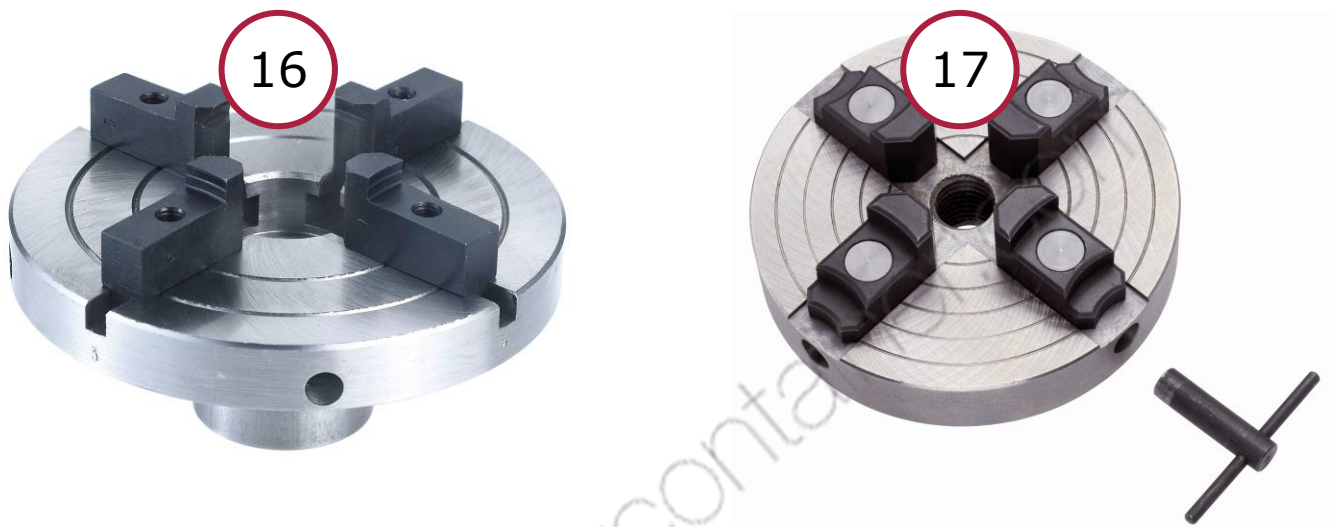

Figura 23 – Mandrini opzionali Art. 0751/A4 e Art. 0751/P.
- *mandrino a 4 griffe autocentranti reversibili di diametro 125 mm Art. 0751/A4 (rif. 16 in Figura 23).*
- *mandrino a 4 griffe reversibili indipendenti di diametro 150 mm Art. 0751/P (rif. 17 in Figura 23).*